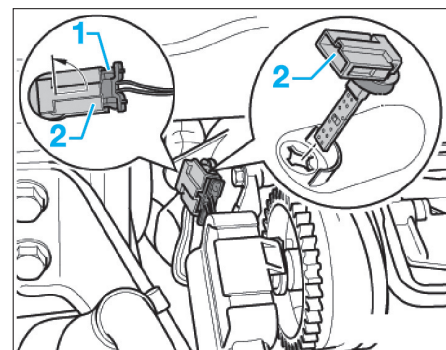

Fig. 43
- Débrancher le connecteur de température (1) (Fig.43).